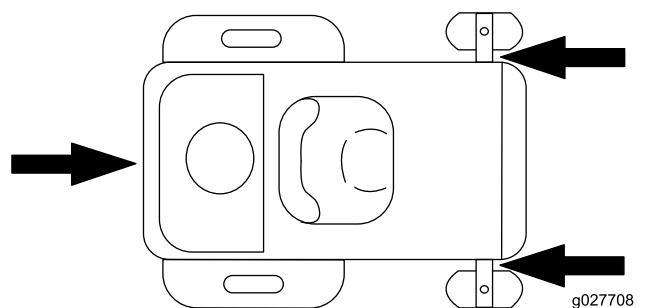

図 29
- チェーン、ケーブル、ロープなどを使用してトレーラやトラックの荷台に機械を確実に固定する。図 29 に示されている指定のロープ掛けポイント以外は使用しない。アタッチメントを取り付けた状態で搬送する場合も、上記のロープ掛けポイント以外は使用しない。これら以外の場所を使うと、機体やアタッチメントを損傷する可能性がある。